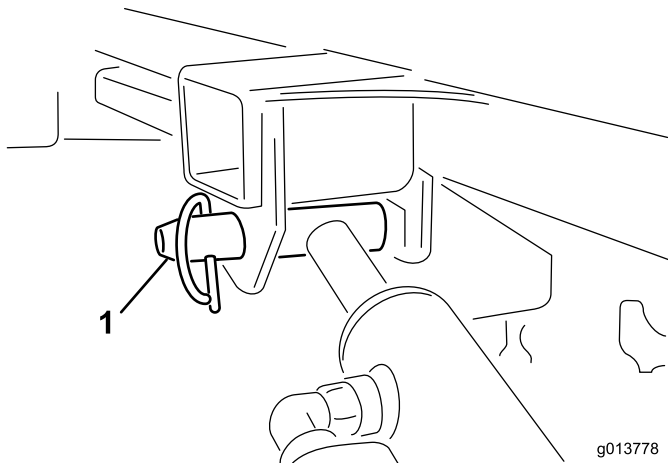

Рисунок 3
11. Удерживайте цилиндр одной рукой. Другой рукой извлеките стопорный штырь, фиксирующий цилиндр (Рисунок 3).